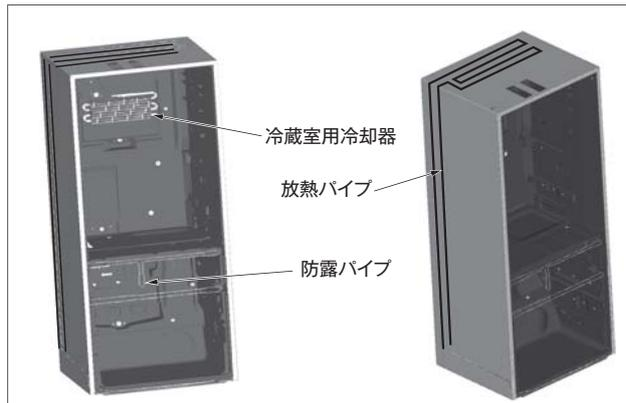

図9. 防露用パイプと冷蔵室用冷却器などの配置 — 天井部への放熱パイプの追加、及び防露用と冷蔵室用冷却器のパイプの細径化により、コンプレッサの効率改善などと合わせて消費電力量を14%低減できた。
- (1) 天井部への放熱パイプの追加 (図9)
- (2) 防露用パイプの細径化 (直径φ4mm→φ3.3mm) 及び冷蔵室用冷却器のパイプの細径化 (φ6mm→φ5mm) による管内熱伝達率の改善 (図9)
- (3) コンプレッサの効率改善及び低速回転化